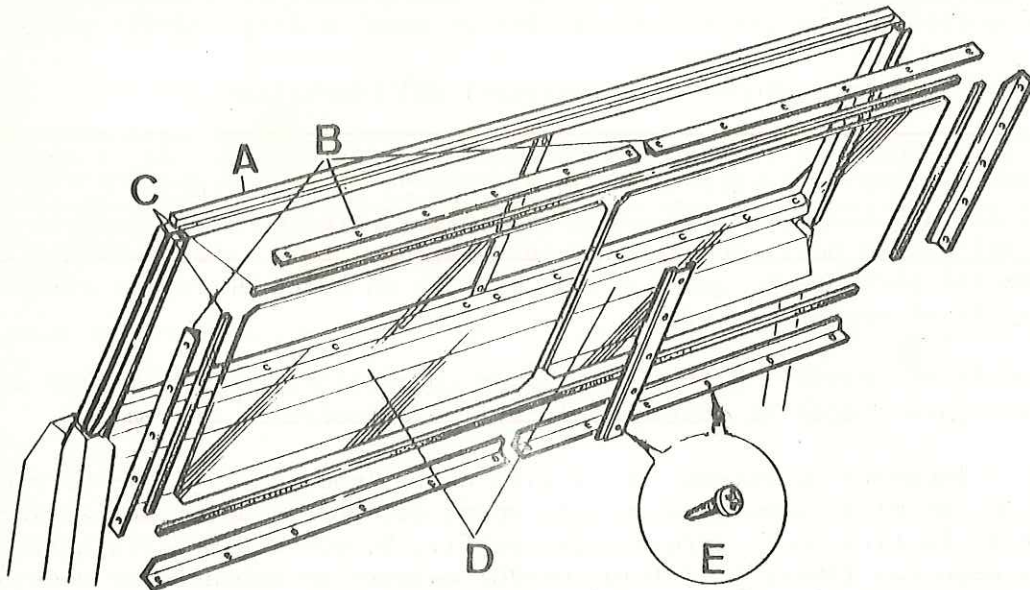

Fig. Q1-18 Montaje cristal parabrisas
- 3.1. Extraer los tornillos, E (Fig. Q1-18) de fijación de los junquillos, B, de retención de los cristales, D, del parabrisas.
- 3.2. Retirar los junquillos, B (Fig. Q1-18) y el cristal, D, ejerciendo palanca sobre ellos.
3.3. Situar una tira de masilla plástica, C (Fig. Q1-18) alrededor del alojamiento del cristal, D, en el parabrisas, A. Montar a continuación el cristal y situar otra tira de masilla entre el cristal y los junquillos, B, fijándolos a continuación con los tornillos, E.